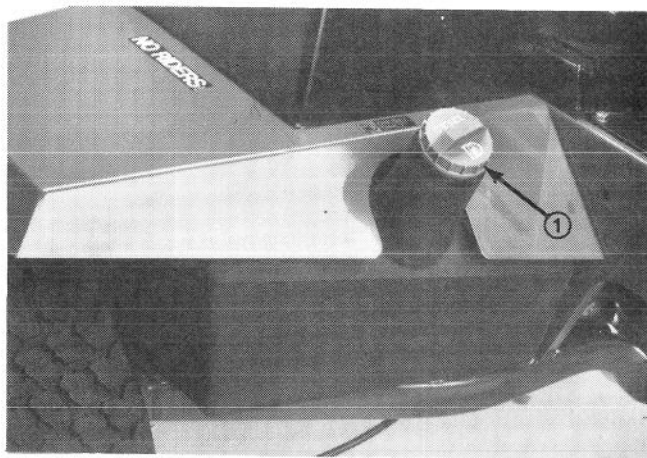

Fig. 12
2. Afmonter brændstoftankens dæksel (Fig. 12) og fyld tanken med dieselbrændstof nr. 2 til ca. 25 mm fra tankens top, *ikke påfyldningsrøret*. FYLD IKKE FOR MEGET PÅ.